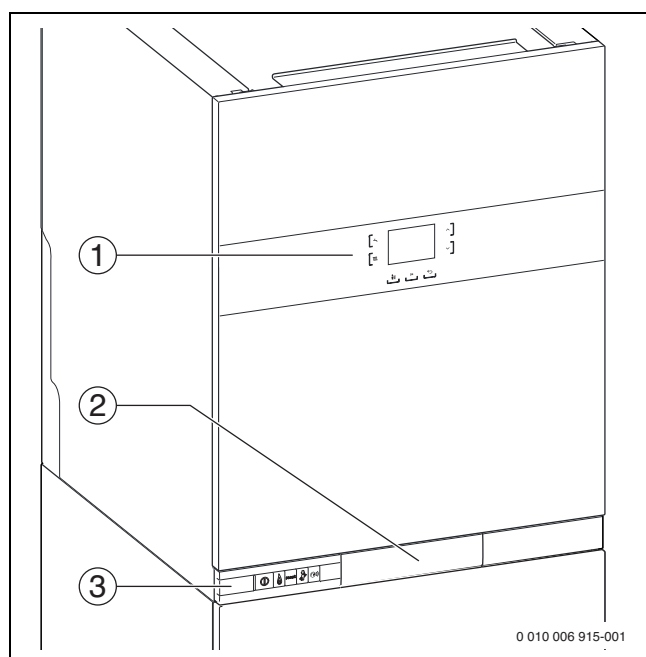

Bild 190 Übersicht der Bedienelemente
- Gerät am Ein/Aus-Schalter (→ Bild 190) einschalten.